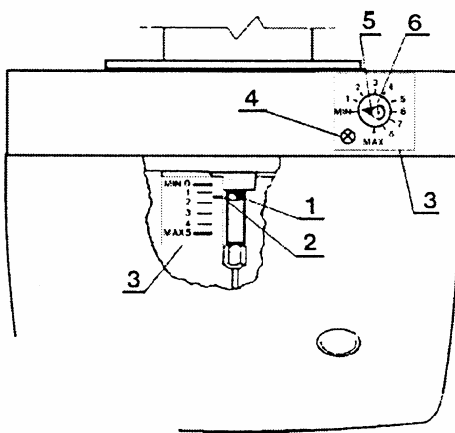

Fig. 21
2. Cu }urubelni]a 'n cruce reglaji debitul necesar de aer prin intermediul }urubului 6, conform fig. 21 }i 22. Dup@ reglare str\$nge]i la loc }urubul 4;